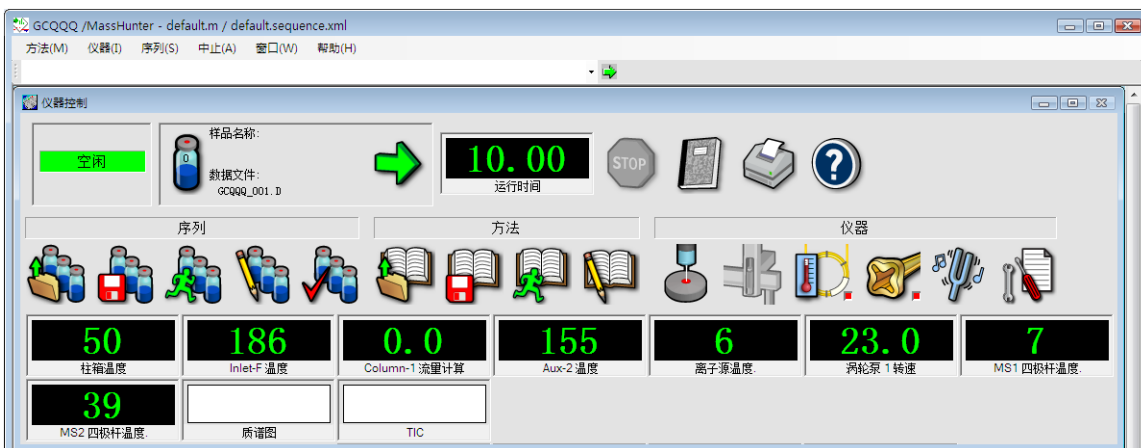

图 7 排列参数显示窗口
- 9 选择窗口>排列绘图和参数显示窗口，或单击每个监视器并将它们拖动到所需位置。请参见图 7，该图提供了一种排列监视器的方式。